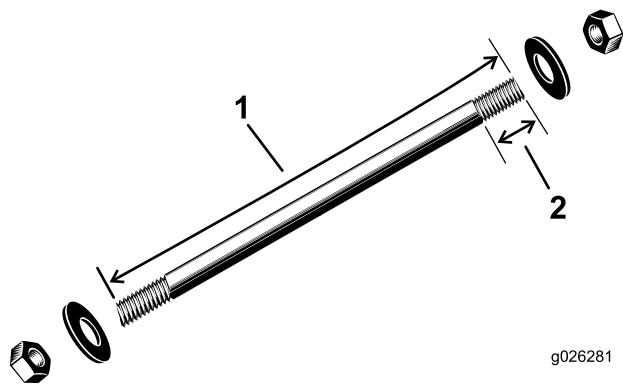
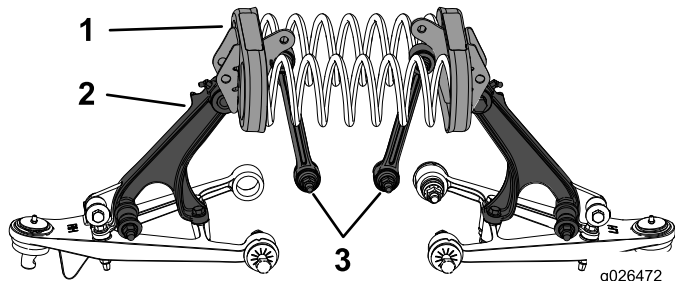

図 17
図 18
1. 図 17に掲載されている圧縮スプリング用工具を使って、圧縮スプリングロッドを各スプリングクレードルの穴に通す 図 18。